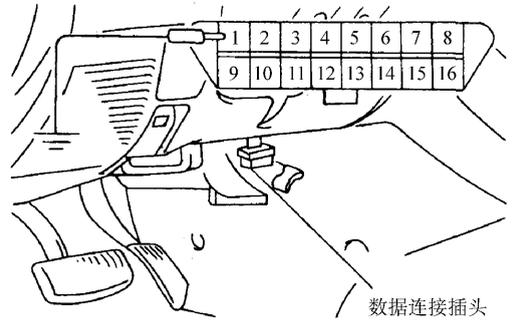

图 5-21 使数据连接插头 1 号端子接地
(1) 读取故障码时, 如图 5-21 所示, 应接通点火开关, 踩下制动踏板并在 3s 内释放。连续地踩下和释放制动踏板每秒 9 次以上。
(2) 若故障码存储在存储器中, 则 ABS 报警灯会开始闪烁显示故障码, 长闪烁次数显示